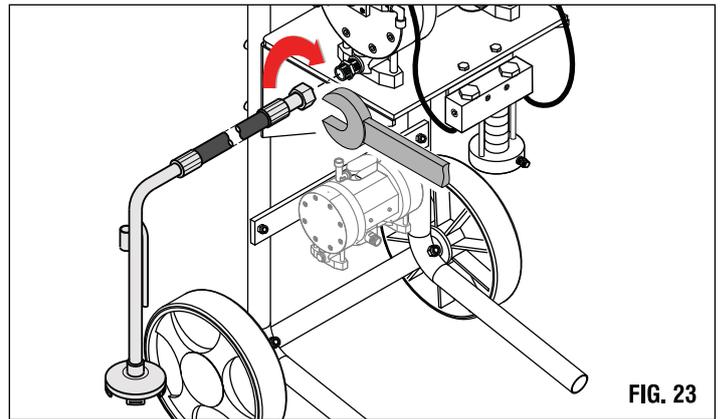

FIG. 23
-Montaggio tubo di aspirazione (Fig.23)